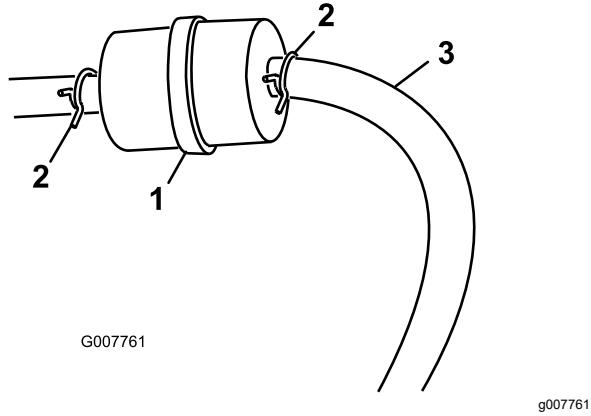

Figure 30
3. Pincez les extrémités des colliers et éloignez les colliers du filtre (Figure 30).
5. Posez un filtre neuf et rapprochez les colliers de fixation du filtre (Figure 30).
3. Desserrez le collier de serrage au niveau du filtre à carburant et éloignez-le du filtre en le poussant le long de la conduite de carburant (Figure 30).
4. Débranchez les conduites de carburant du filtre à carburant (Figure 30).
- Remarque:** Laissez couler le carburant dans un bidon ou un bac de vidange (Figure 30).
5. Raccordez la conduite de carburant au filtre. Rapprochez le collier de serrage du filtre pour fixer la conduite de carburant (Figure 30).